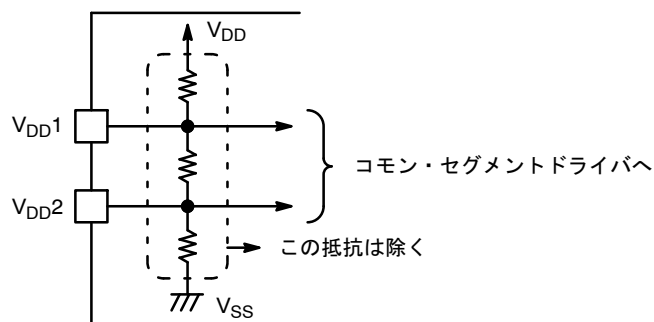

図 1.
1.  $V_{DD1}$ ,  $V_{DD2}$  に内蔵しているバイアス電圧発生用の分割抵抗は除く。(図 1)を参照)